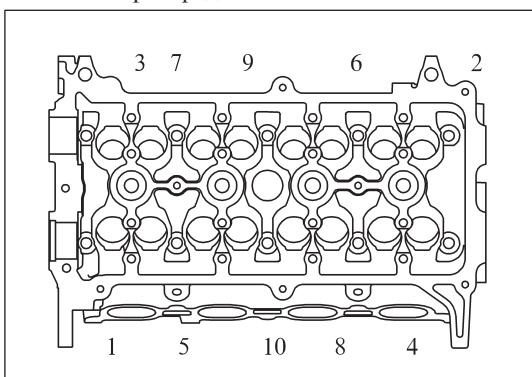

Рис. 12-3-4 Очередность снятия болтов головки блока цилиндров
- (2) Снятие головки блока цилиндров
- б) За несколько проходов в последовательности, указанной на рис. 12-3-4, равномерно ослабить и снять 10 болтов ($M9 \times 144$).